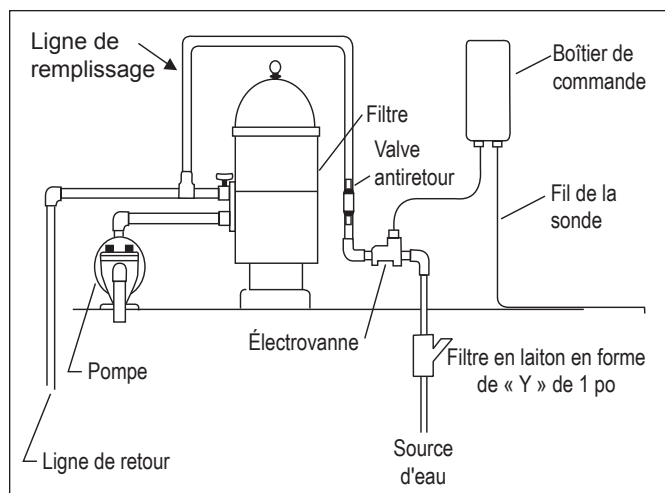

Figure 1. Installation K-1100 or LEV110CK/2G
- Fixez le boîtier de commande contre le mur près de la pompe et du filtre. Voir la Figure 1. ***N'installez pas le boîtier de commande à moins de 3 m (10 pi) des bords de la piscine.***